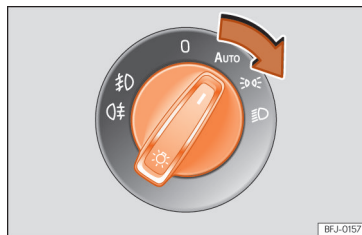

Fig. 72 Painel de instrumentos: comando das luzes.
• Ligue a ignição e rode o comando das luzes para a posição desejada »»» Fig. 72.